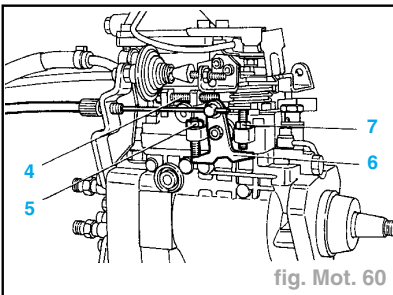

fig. Mot. 60
- Avant de régler le régime de ralenti, il faudra s'assurer que ce réglage ne dépende pas de la position de la vis de débit résiduel (4). A cet effet, si l'on déclare de $1-2$ mm de sa position de butée le levier d'accélérateur, il ne devra y avoir aucune augmentation du régime du moteur. Dans le cas contraire, dévisser la vis de débit résiduel (4) jusqu'à ce que, l'essai ayant été répété, le régime moteur n'augmente plus (fig. Mot. 60).